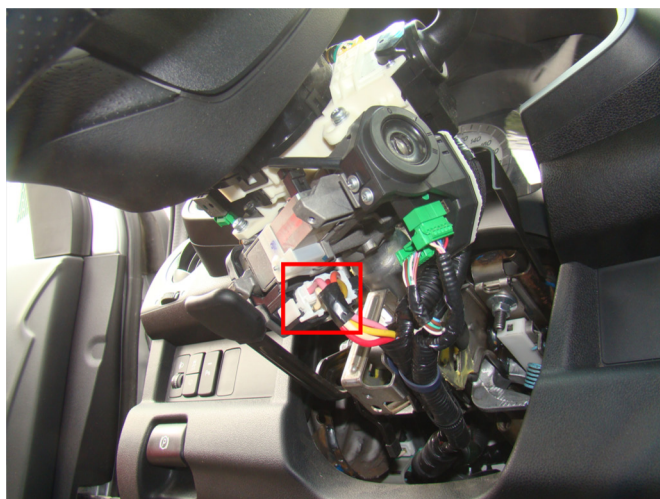

Рис.5 Место подключение к цепям автозапуска
2. Осуществите подключение цепей автозапуска, используя провода выделенные на рисунке №3. Подключение производится непосредственно у замка зажигания (см. рис. 5, 6).